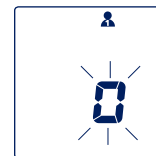

Figura 2
- Una volta eseguito il bilanciamento rispetto alla pressione barometrica (Figura 2), inizia il procedimento automatico di gonfiaggio. Durante la misurazione il bracciale viene gonfiato lentamente.